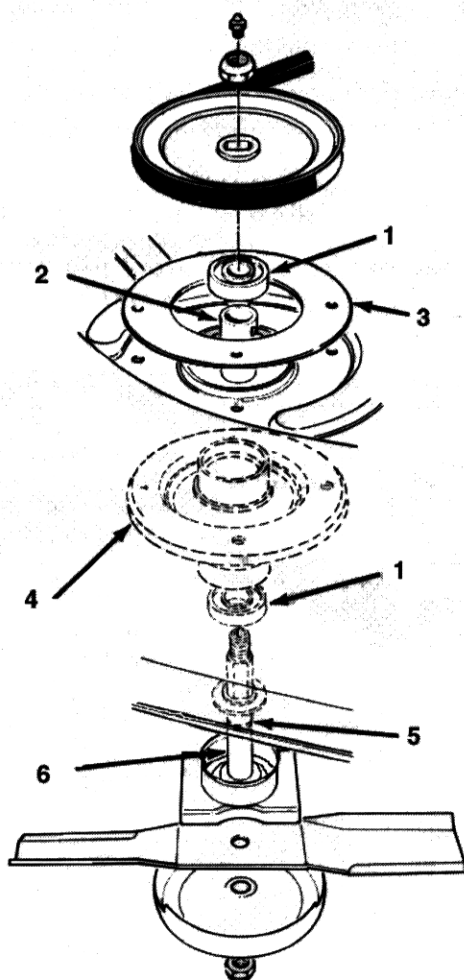

Fig 13
8. Inserire il gruppo mandrino dal lato puleggia nel foro dell'apparato di taglio. Montare il gruppo mandrino con l'anello di supporto, le viti mordenti e i dadi (Fig. 13).